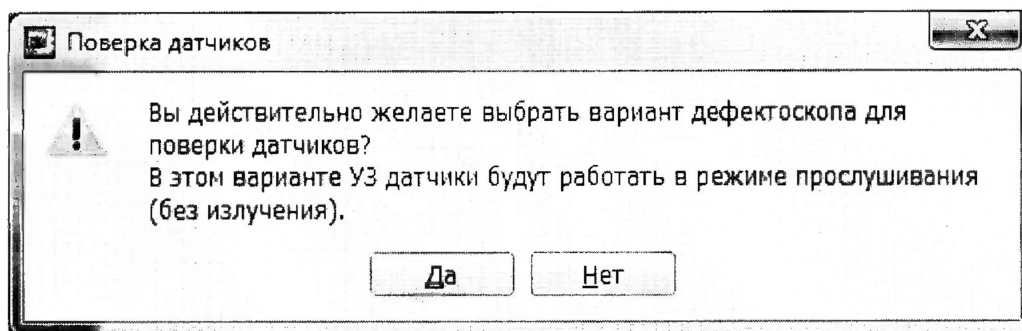

Рисунок 30 – Предупреждение об отключении зондирующего импульса.
8.4.4.9 Система выдаст предупреждение, в котором необходимо нажать кнопку «Да» (Рисунок 30).